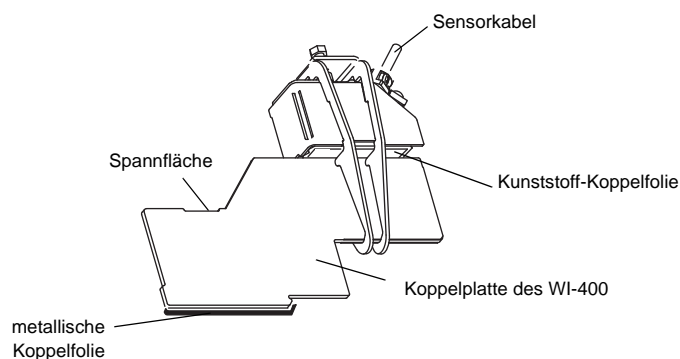

Abb. 3.9: Koppelplatte in Sensorhalterung
- Geben Sie ein Stück Kunststoff-Koppelfolie (oder etwas Koppelpaste für eine kurzzeitige Installation) auf die Sensor-koppelfläche der Koppelplatte (siehe Abb. 3.9).
- Führen Sie die Koppelplatte in die Sensorhalterung ein. Das Sensorkabel muss zur Außenseite der Koppelplatte zeigen (siehe Abb. 3.9).
- Legen Sie ein Stück metallische Koppelfolie auf die gesamte Rohrkoppelfläche der Koppelplatte. Biegen Sie die Enden der Koppelfolie um die Befestigungsnasen der Koppelplatte (siehe Abb. 3.9).
- Schieben Sie eine Koppelplatte mit montiertem Sensor in den Koppelplattenausschnitt der Rohrhalterung, bis sich die Spannfläche unter der Andrückschraube der Rohrhalterung befindet (siehe Abb. 3.9).